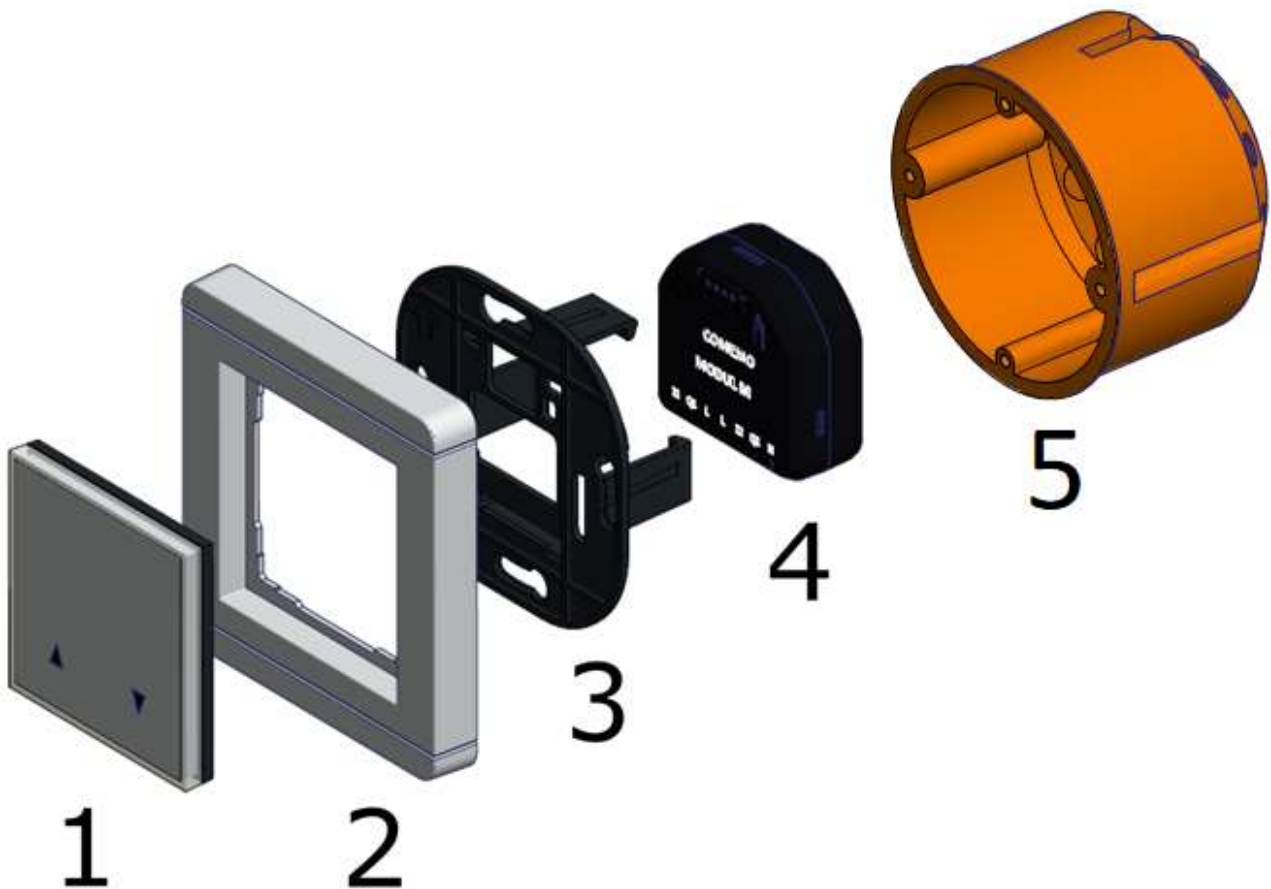

Bild 3 | Figure 3
4. Klicken Sie das Modul in den Montagering (Bild 3) und schrauben Sie den Montagering an der Einbaudose fest (dieser Schritt entfällt, wenn kein Comexio Aufsatz verwendet wird).
4. Click the module into the mounting ring (Fig. 3) and screw the mounting ring to the mounting box (this step is omitted if no Comexio attachment is used).